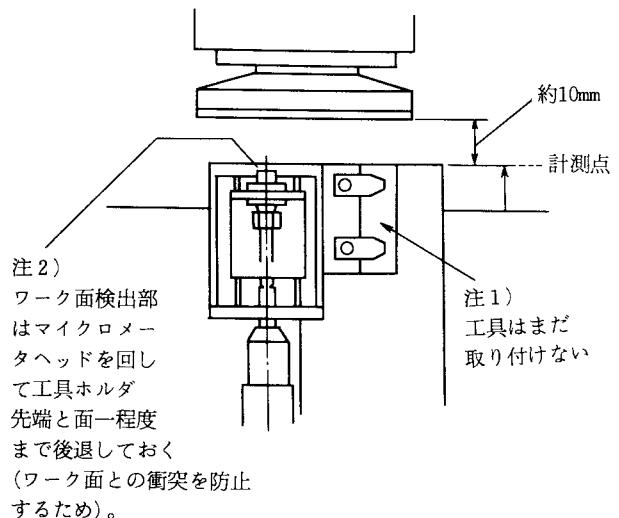

図1-6 計測点
- (3) 刃物台を計測点へ移動する。
- ① 刃物台切込みボタン②を押し、リミットスイッチによって自動的に停止する位置まで刃物台を移動する。この時、工具ホルダ先端と加工物の距離は約10mmである(図1-6)。